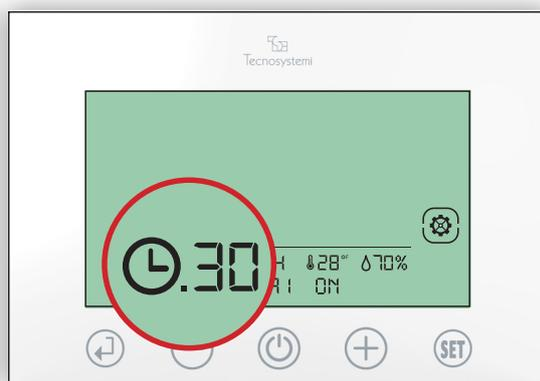

Fig. 92
- 3.3 Nel momento in cui i minuti lampeggiano, premere (+) o (-), impostare i minuti e confermare con (↵). (Fig. 92)